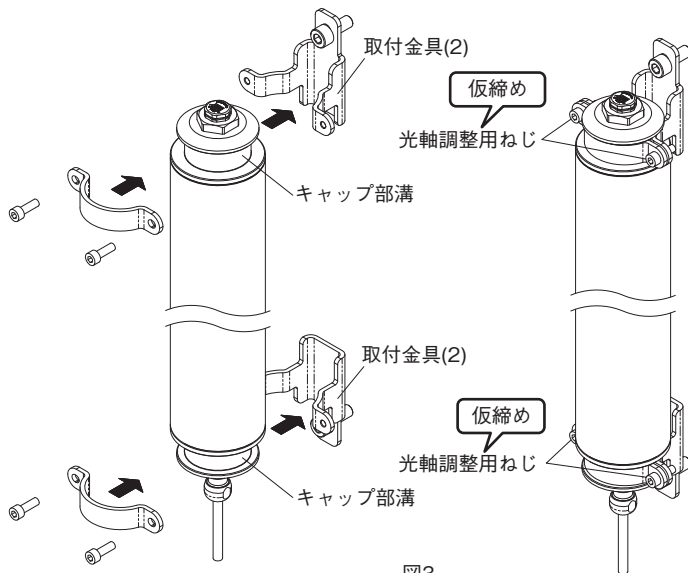

図3
3. 取付金具（2）にセンサのキャップ部溝をはめ、取付金具（1）を取り付けてセンサが脱落しないところまで光軸調整用ねじを締めます。（図3）